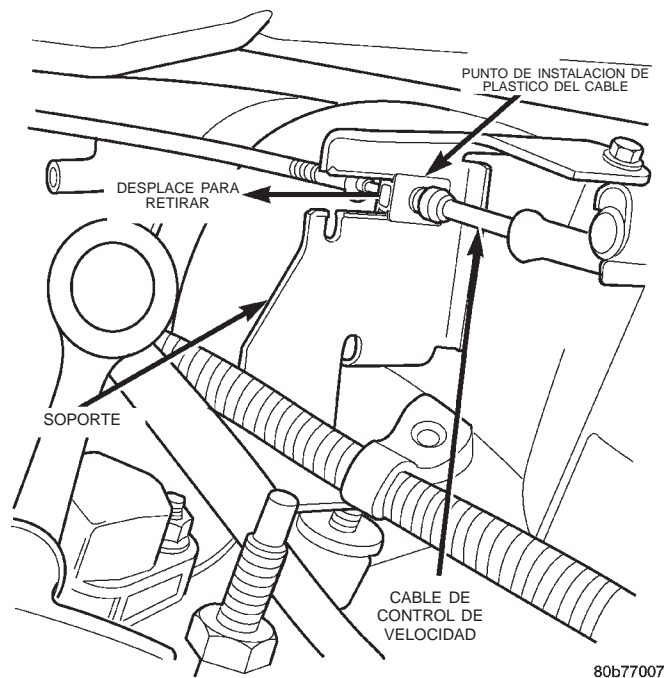

Fig. 7 Cable del control de velocidad en el soporte—Motor 4.7L V-8
(7) Desplace el punto de instalación de plástico del cable de control de velocidad hacia el lado del acompañante del vehículo para retirar el cable del soporte (Fig. 7).
(8) Retire el cable del servo del mismo. Para informarse sobre el procedimiento apropiado, consulte Desmontaje e instalación del servo de control de velocidad, en este grupo.
(9) Retire el cable del servo del mismo. Para informarse sobre el procedimiento apropiado, consulte Desmontaje e instalación del servo de control de velocidad, en este grupo.